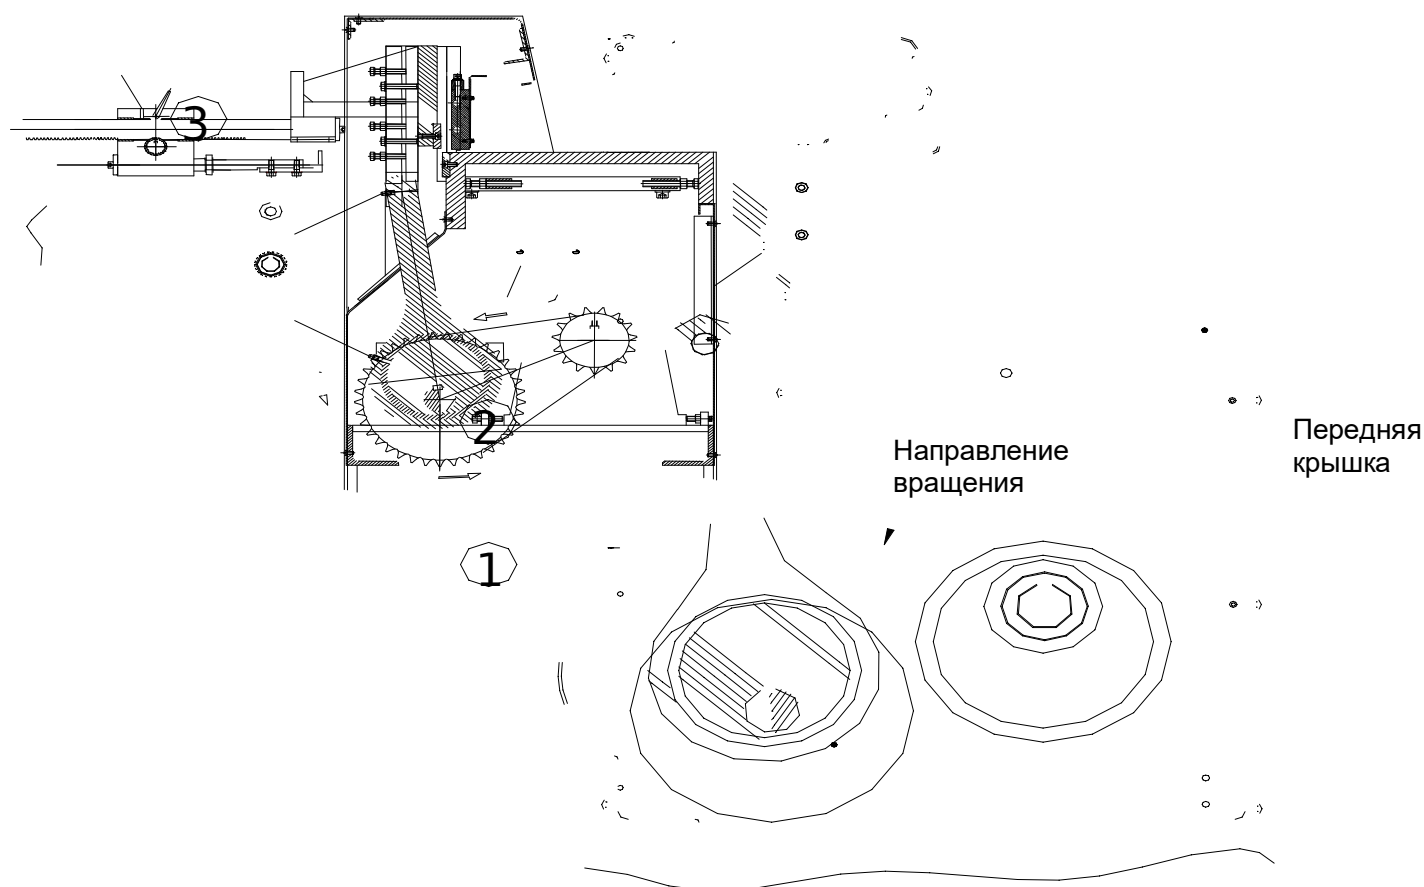

Рис. 5
3. Проверить состояние электрической части и наличие заземления. Подать питание на станок и включить его, чтобы проверить направление вращения двигателя. Поскольку станок полностью огражден, необходимо снять переднее ограждение. Направление вращения показано на Рис. 5.
VI Смазка (Рис. 5)